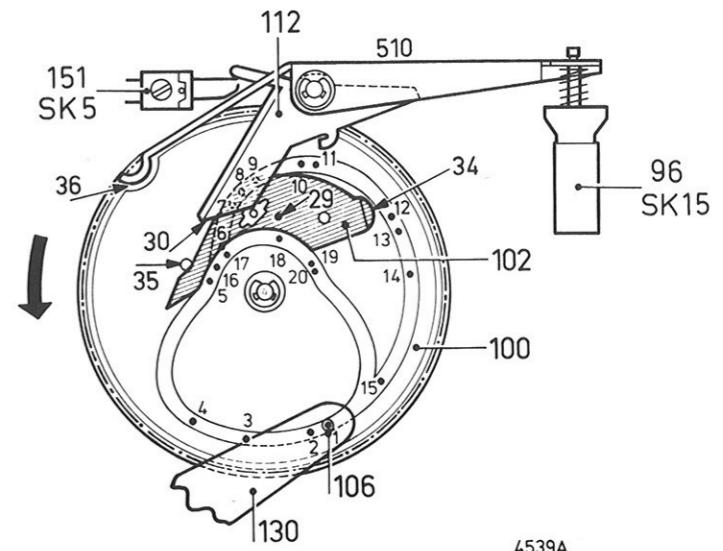
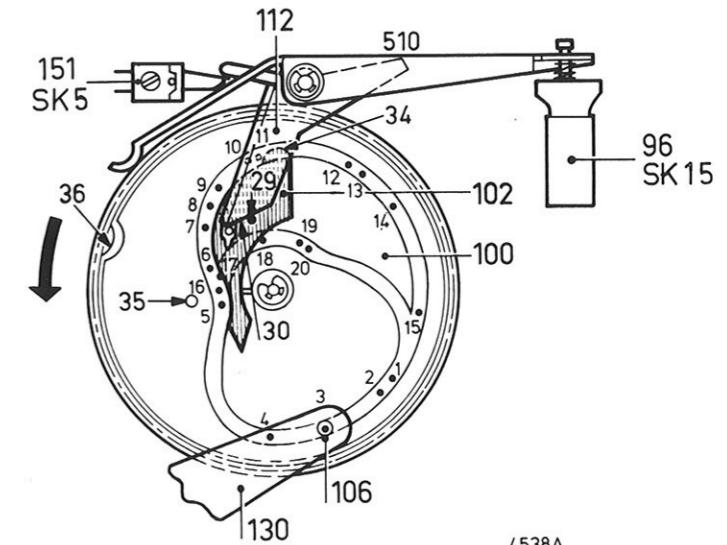
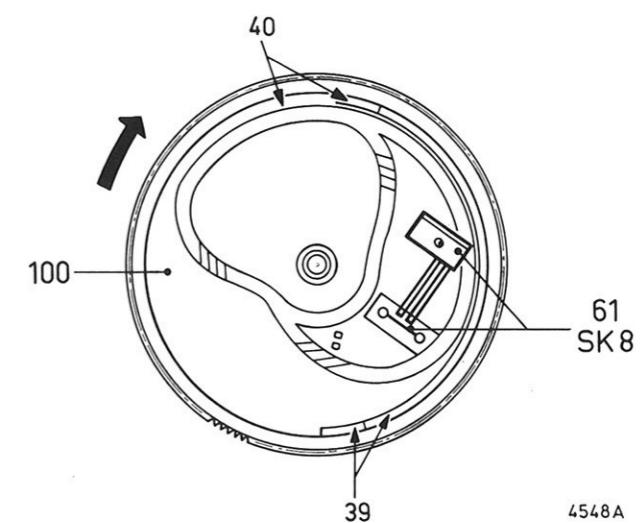

Fig. 1
Fig. 2
Fig. 3
Omdat relais L1 (86) even bekrachtigd werd, kwamen de beugels 97 en 112 vrij. Beugel 112 neemt een zodanige stand aan, dat zijde 30 van beugel 112 tijdens het draaien van kommandoschijf 100 tegen as 29 van stuurplaat 102 zal komen en deze zal omklappen. Fig. 1 toont de uitgangssituatie van de kommandoschijf 100 met stuurplaat 102, waarbij SK5 (151) open is, beugel 510 in zijn uitgangspositie staat en pen 106 van kommandobeugel 130 eveneens. Fig. 2 toont de situatie na bekrachtiging van relais L1 (86) waarbij SK5 (151) gesloten is, stuurplaat 102 reeds is omgeklapt, beugel 510 een bepaalde stand heeft aangenomen en pen 106 van kommandobeugel 130 reeds in stand 3 van de baan in de kommandoschijf staat. Hieronder volgt een opsomming van de commando's, die de kommandoschijf tijdens de opzetcyclus zal geven. In de opzetbaan van de kommandoschijf zijn de standen 1-15 aangegeven, die pen 106 voor de opzetcyclus gaat volgen. Fig. 3 toont de situatie van de onderzijde van de kommandoschijf.
1. Pen 106 van kommandobeugel 130 staat in zijn uitgangspositie (fig. 1)
2. Beugel 510 komt uit inkeping 36 van kommandoschijf 100. Deze beugel 510 bedient SK15 (96), zodat deze gesloten wordt (fig. 1, 2 en 4)
5. Aanslagbeugel 53 gaat omhoog door as 33 van aanslagbeugel 53, welke over verhoging 39 van onderzijde kommandoschijf 100 loopt (fig. 2, 3 en 4). P.U. arm 165 in uiterste buitenste stand
12. Aanslagbeugel 53 gaat weer omlaag via een verlaging 40 op onderzijde kommandoschijf 100 (fig. 3, 4).
- SK5 (151) gaat weer open (fig. 2)
2. Beugel 510 komt uit inkeping 36 van de kommandoschijf 100. Deze beugel 510 bedient SK15 (96), zodat deze gesloten wordt (fig. 2). Voor doel SK15 (96) zie punt 2 van start opzetcyclus.
5. Aanslagbeugel 53 gaat omhoog door as 33 van aanslagbeugel 53, welke over verhoging 39 van onderzijde kommandoschijf 100 loopt (fig. 3, 4). Deze heeft geen functie bij de stopcyclus.
19. Aanslagbeugel 53 gaat weer omlaag via een verlaging 40 op onderzijde kommandoschijf (fig. 3, 4).